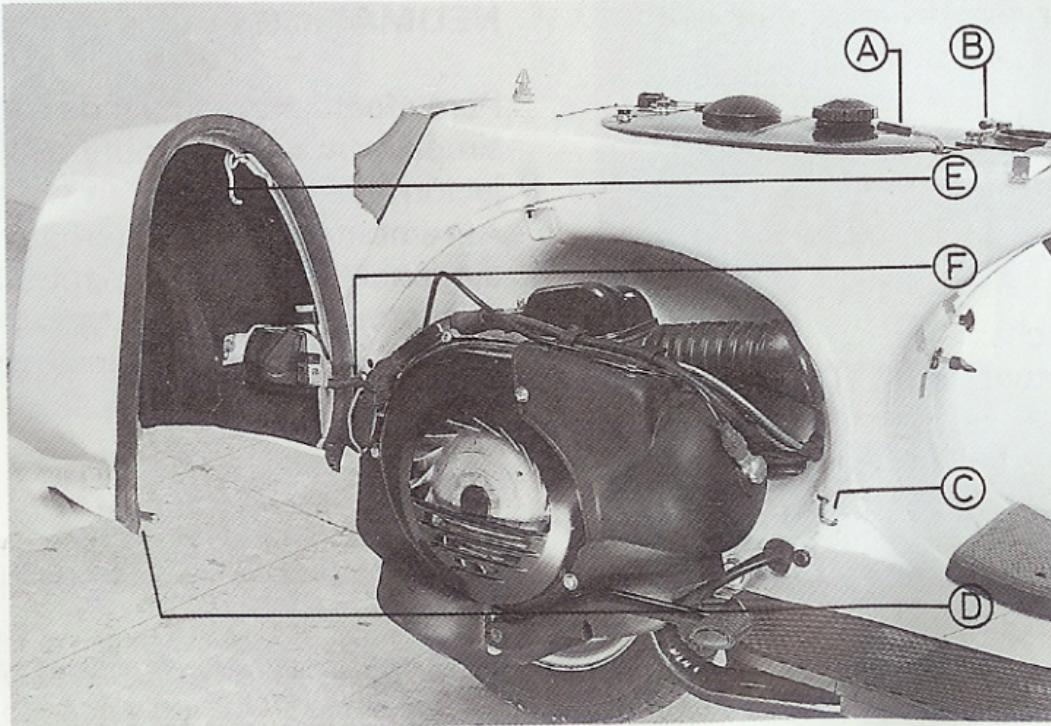

Fig. 21 Desmontaje de aleta
- Seguidamente accionar las levas A o B, según el desmontaje de aleta que se deseé efectuar (fig. 21).